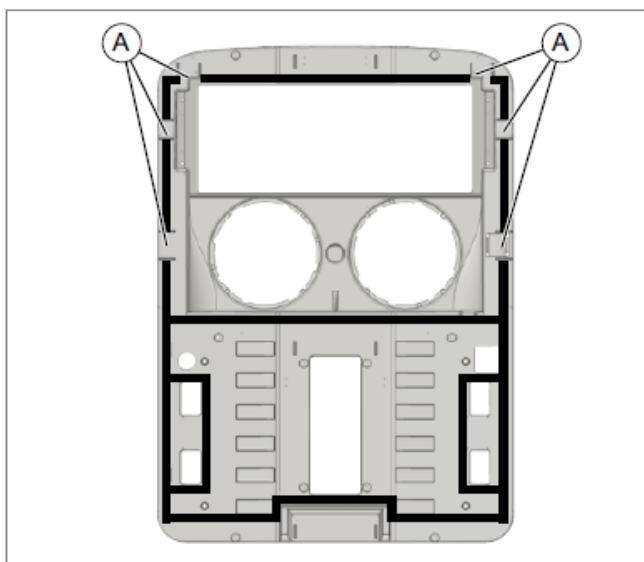

Рис. 08: Уплотнительная лента при радиусе крыши 5,200 мм
- ▶ Отрезать полоску уплотнителя нужной длины. См. рис. 08.